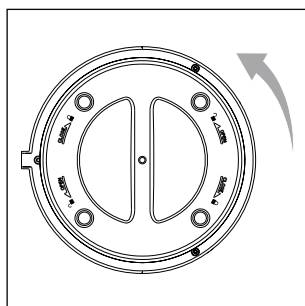

Fig. 3
3. Drej kabinettets dæksel **9** på undersiden af produktet en smule mod urets retning i retningen **OPEN**  for at åbne det (se fig. 3). Fjern så kabinettets dæksel **9** fra produktet.